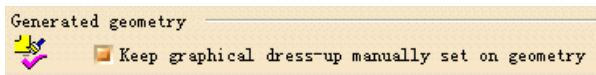

图 6-53
(2) Generated geometry (生成几何图形) 选项组 (如图 6-53 所示)